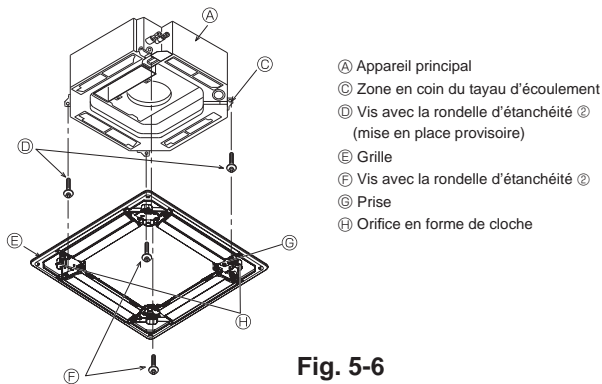
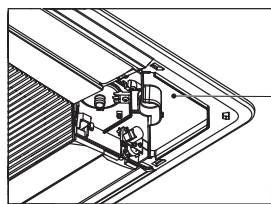

Fig. 5-6
Fig. 5-7
5.4.2. Mise en place provisoire de la grille (Fig. 5-6)
- Attacher provisoirement la grille à l'aide des orifices en forme de cloche en alignant la zone du coin du tuyau d'écoulement de l'appareil principal sur la prise de la grille marquée ③.
5.4.3. Fixation de la grille (Fig. 5-7)